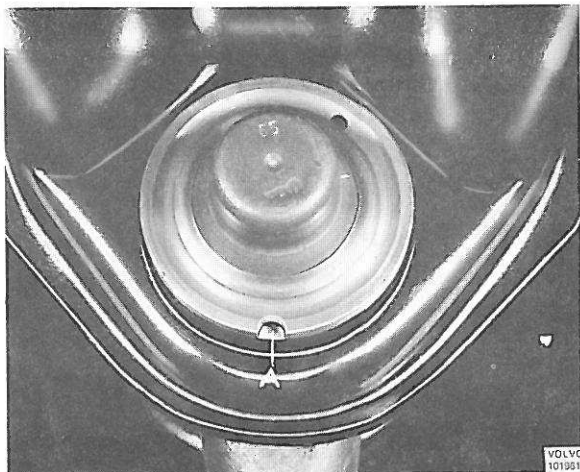
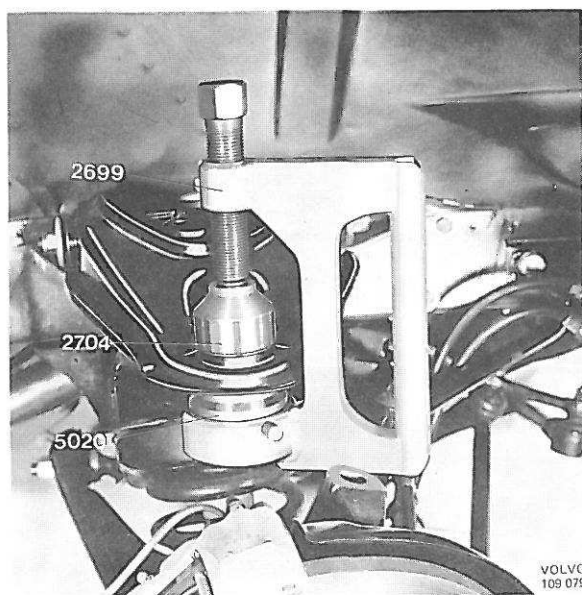

Figure 28. Emplacement du joint à rotule dans le triangle supérieur de commande
Figure 29. Montage du joint à rotule supérieur
1. S'assurer que le capot caoutchouc a été rempli de graisse avant le remontage du joint à rotule. Rabattre l'axe dans l'échancrure (A, figure 28) et contrôler qu'il y a de la graisse qui en sort. Si nécessaire, le remplir de graisse universelle GP.
2. Enfoncer le joint à rotule dans le triangle de commande avec l'outil-presse 2699, la mandrin 5020 et le mandrin 2704, figure 29. Veiller alors à ce que l'échancrure du joint à rotule soit bien alignée avec l'axe longitudinal du triangle de commande (tolérance  $\pm 8^\circ$ ), soit vers l'extérieur, soit vers l'intérieur, figure 28, car c'est le long de cette ligne que l'axe a la plus grande mobilité. Si le joint à rotule est serré obliquement lors du montage, tourner l'outil 2699 de 1/2 tour pour pouvoir monter correctement le joint à rotule.